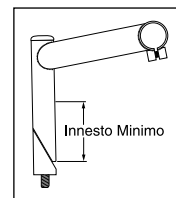

Fig. 1
4. Con montanti a ghiera, inserire il montante nel tubo de dirección ad una profondità minima di inserimento secondo le specifiche CPSC e JIS. Il tubo de dirección deve essere inserito per una profondità utile minima non inferiore a 2,5 volte il diametro del tubo de dirección stesso, senza contare la parte a cuneo (vedi fig. 1).